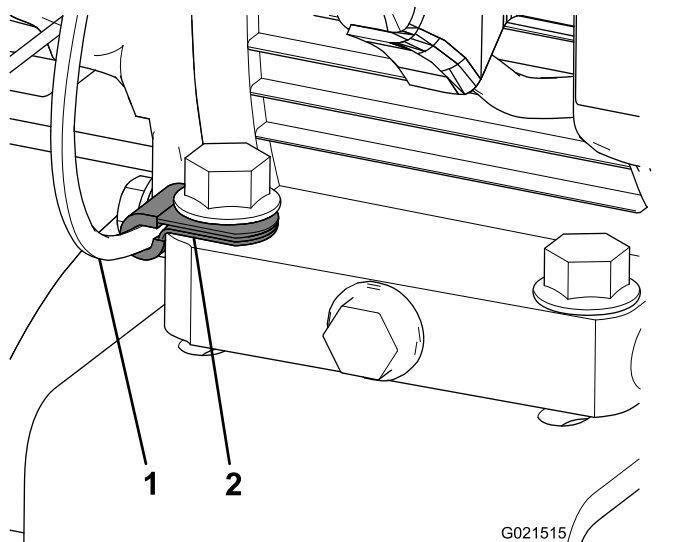

Figura 6
5. Fissate il morsetto nuovo sul cavo dell'acceleratore e imbullonatelo alla staffa di montaggio per la conversione del motore con il bullone anteriore destro (Figura 6).